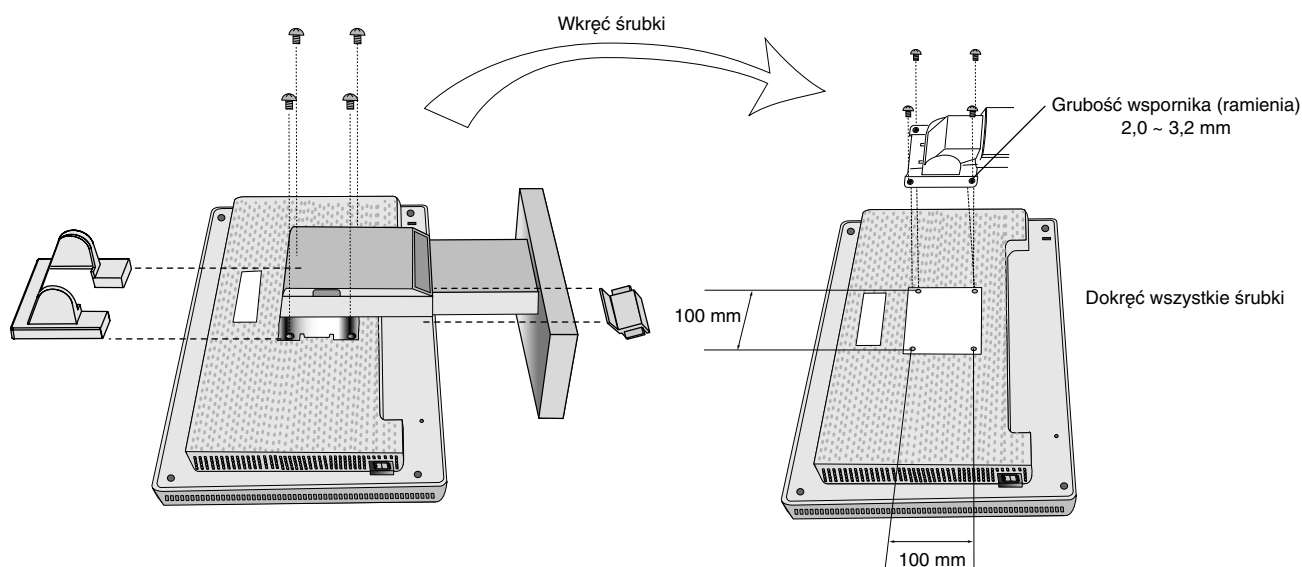

Rysunek S.4
4. Odkręcić kolejno parę "1" oraz "2" śrubek (**Rysunek S.4**).